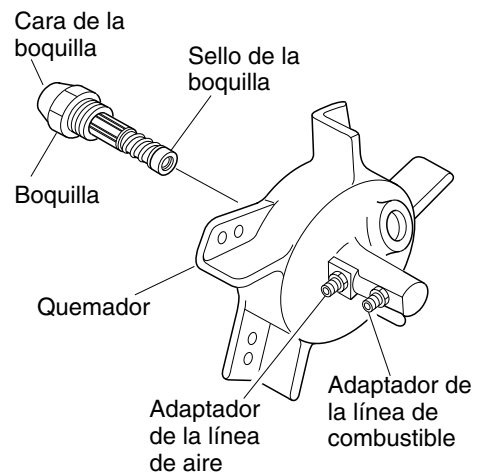

Figura 24 - Remoción de la boquilla, modelos de 20,5/29,3/44 kW (70.000/100.000/150.000 Btu/hr)
8. Quite cuidadosamente la boquilla del quemador usando una llave de casquillo de 5/8" (vea la Figura 24).